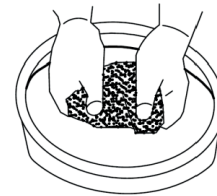

Fig. 22
2. Laver l'élément filtrant dans un solvant. (Fig. 22)